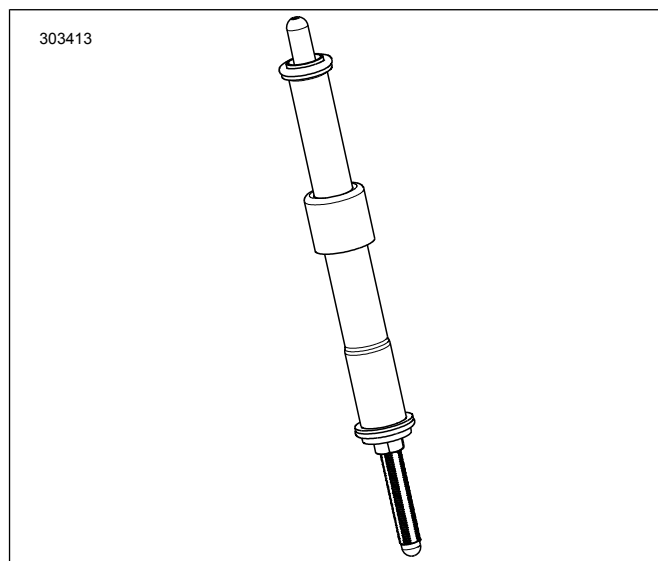

Abbildung 2. Stößelstange im in die Stößelstangenführung eingeführten Zustand
7. Siehe Abbildung 2. Die Einlassventilstößelstangen in die Stößelstangenführungen einführen. Die O-Ringe, die untere Stößelstangenführung und das Kegelstück der Federabdeckung gegen neue Komponenten aus diesem Satz austauschen. Darauf achten, dass die Spannerseite der Stößelstange unten liegt.